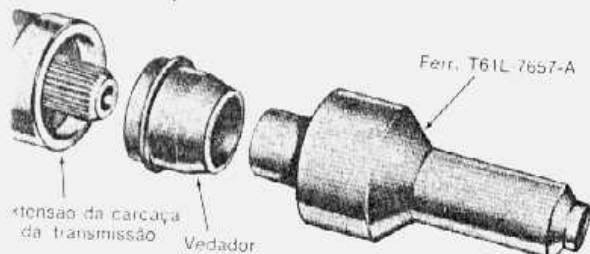

fig. 33 — instalação do vedador da extensão da carcaça da transmissão
4. Instalar o vedador na carcaça com auxílio da ferramenta mostrada na fig. 33. O vedador deve ficar firmemente alojado na carcaça.